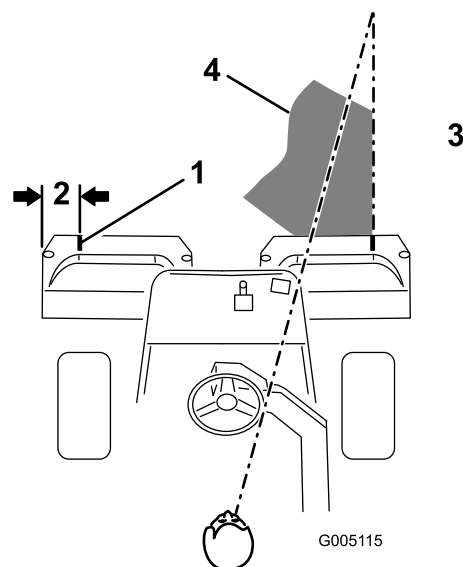
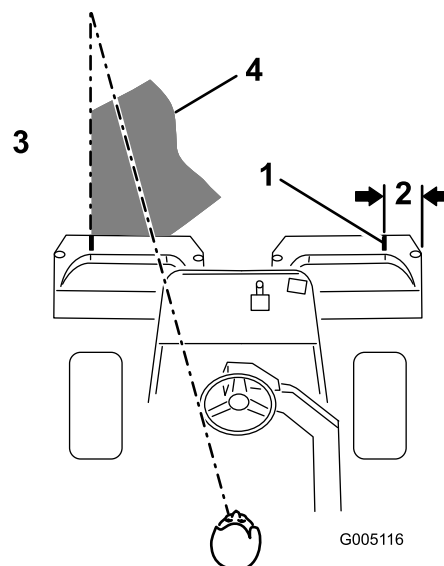

Figura 22
Figura 23
2. Coloque un trozo de cinta blanca o pinte una raya en cada recogehierbas, paralelo al borde exterior de cada uno (Figura 22).
3. Debe haber un solape mínimo con las pasadas anteriores. Para ayudar a mantener una línea recta a través del green y mantener la máquina a la misma distancia de la pasada anterior, establezca una línea imaginaria aproximadamente de 6 a 10 pies (1,8 a 3 m) por delante de la máquina hasta el extremo de la parte no segada del green (Figura 22 y Figura 23). Puede ser útil incluir el borde exterior del volante como parte de la línea imaginaria, es decir, mantener el borde del volante alineado con un punto que se mantiene siempre a la misma distancia de la parte delantera de la máquina (Figura 22 y Figura 23).